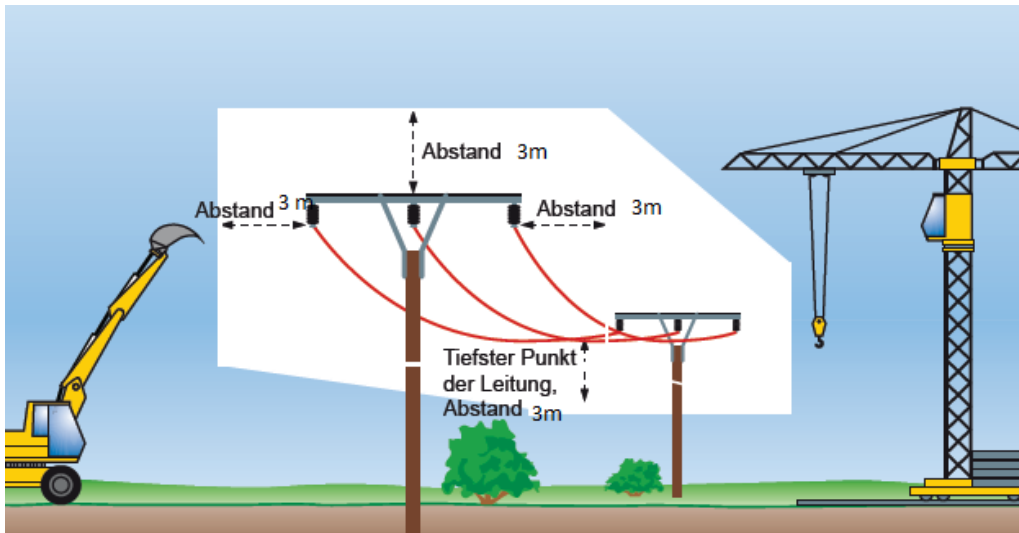

Abb.5 Schutzabstände am Beispiel einer Freileitung mit einer Spannung von 20.000 Volt, ohne Windeinfluss
- über 1.000 Volt bis 110.000 Volt **Schutzabstand  $\geq 3$  m** nach allen Seiten (siehe Abb. 5),